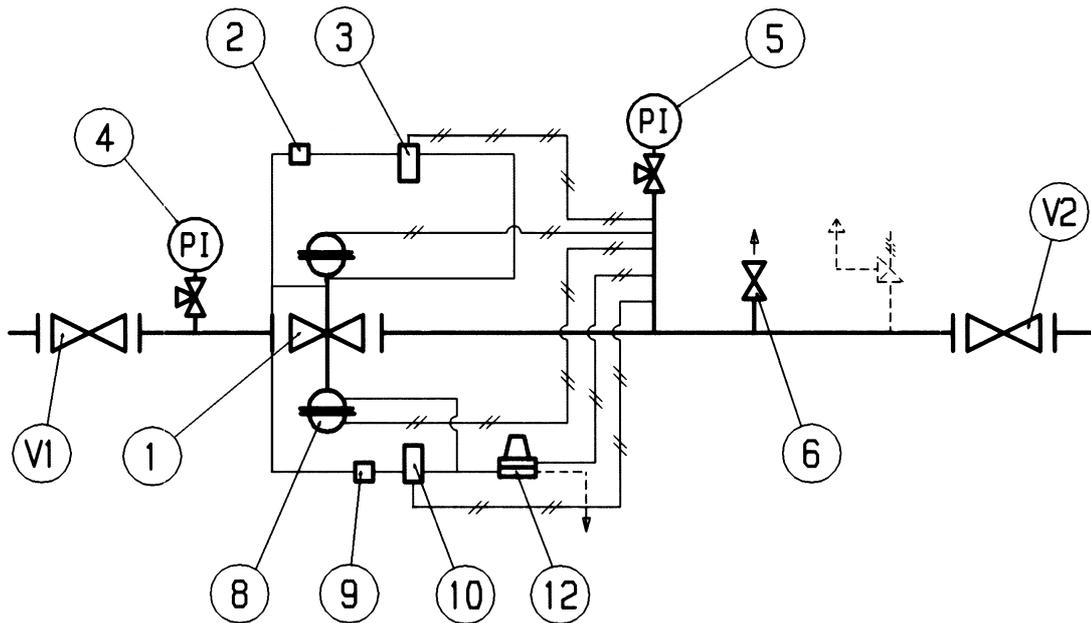

Fig. 16
6.2 PUESTA EN SERVICIO DEL REGULADOR CON REGULADOR MONITOR INCORPORADO PM/819 Y VÁLVULA ACELERADORA (FIG. 16)
6.2 FUNCIONAMENTO DO REGULADOR COM MONITOR INCORPORADO PM/819 E VÁLVULA ACELERADORA (FIG. 16)